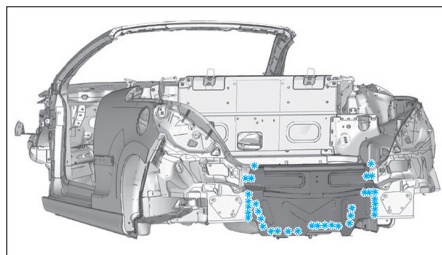

FIG. 89
- Dépointer la doublure de jupe AR (**Fig.89**).